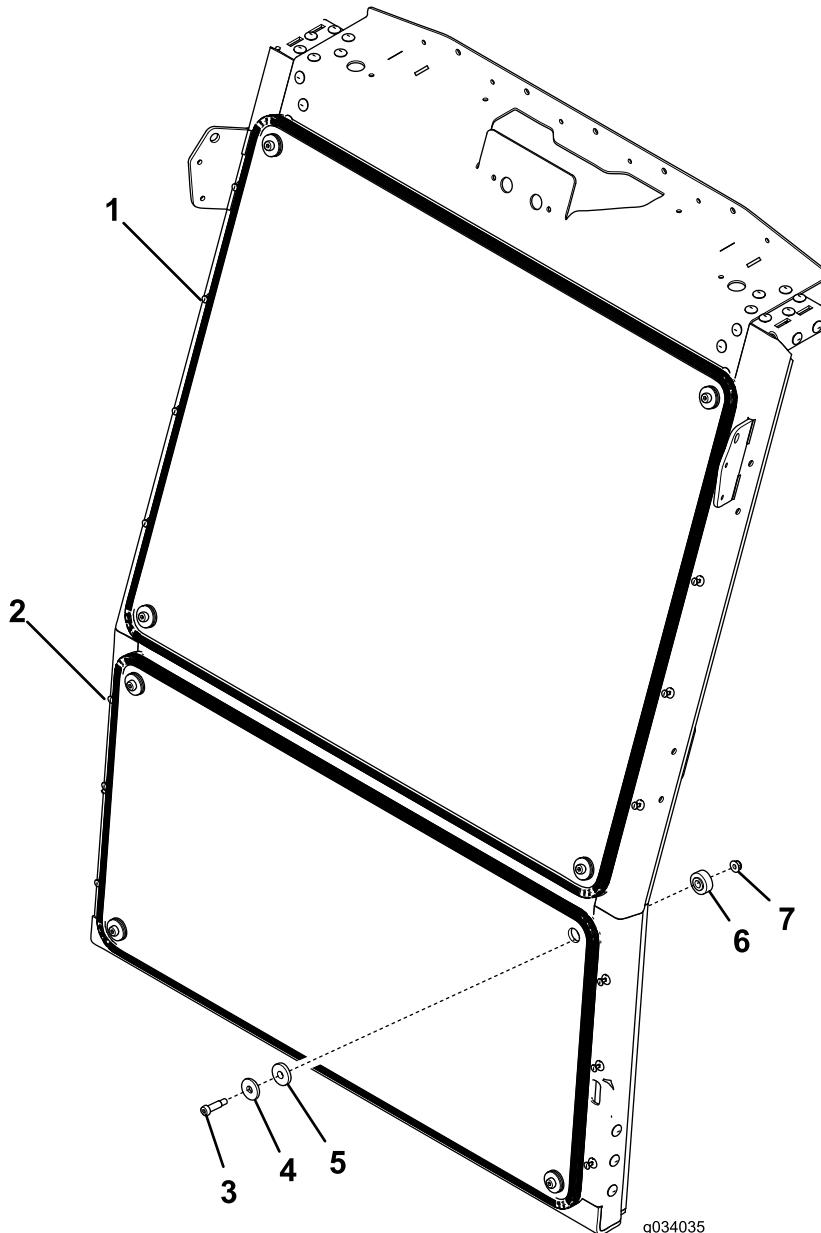

Figure 1
- Placez le pare-brise inférieur en prenant soin de bien aligner les trous de montage (Figure 1).
3. Fixez le pare-brise inférieur au cadre avec les fixations, comme illustré à la Figure 1.
4. Placez le pare-brise supérieur en prenant soin de bien aligner les trous de montage (Figure 1).
5. Fixez le pare-brise supérieur au cadre avec les fixations, comme illustré à la Figure 1.